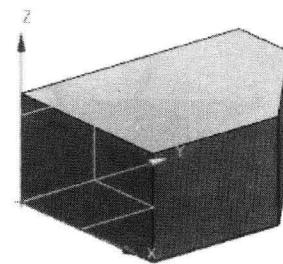

图1-10 创建实体
- 单击拉伸对话框中的OK按钮，创建实体，如图1-10所示。